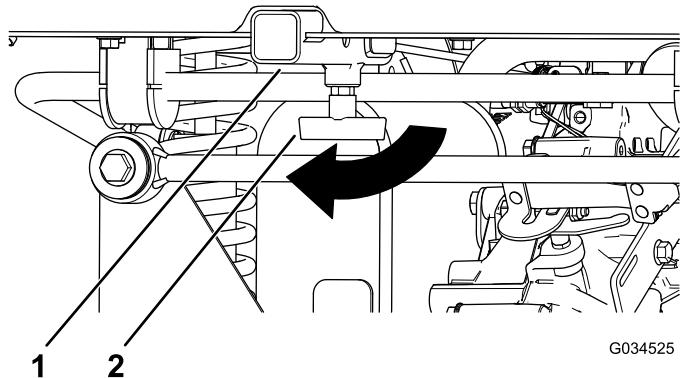

Bild 5
5. Lösen Sie den T-Griff am Aufnahmerohr (Bild 5).